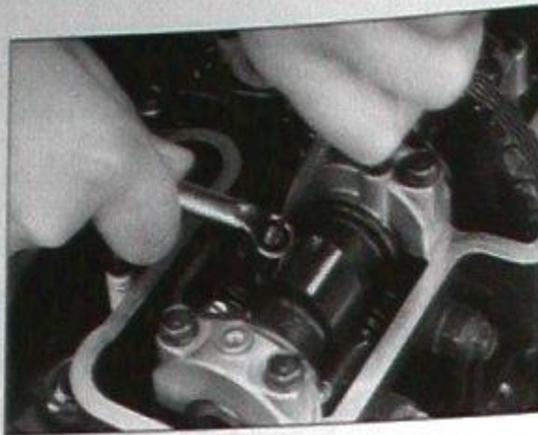

Bild 34
-  Ein- und Auslassnocken weisen nach oben. Die Kettenrad-Körnermarkierungen weisen nach vorn (Bild 34).